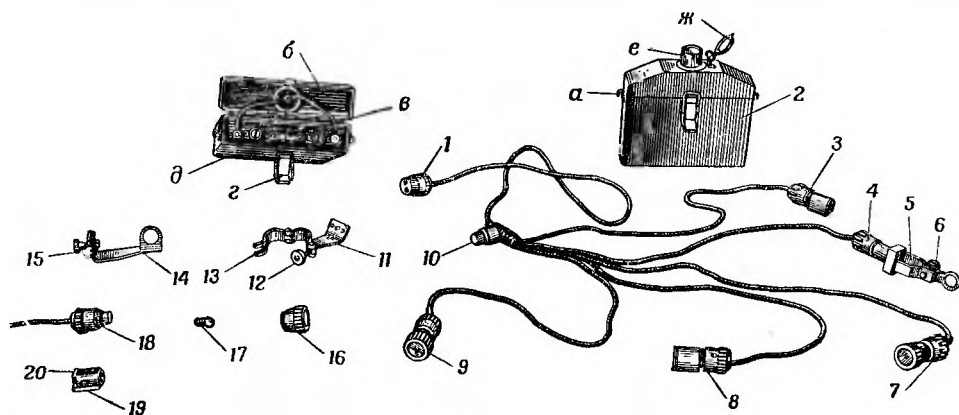

Рис. 70. Арматура и предметы освещения прицелов:
Неразветвленная часть провода имеет на конце фишку 1 (рис. 70). Фишка изготовлена из пластмассы с вделанными в нее двумя гнездами
1. Из укладочного ящика прибора Луч С-71М вынуть аккумуляторную батарею и провода с патронами и арматурой для освещения прицелов: проверить исправно ли освещение, для чего открыть откидную крышку *ж* (рис. 70) и надеть фишку на вилку аккумуляторной батареи 2.
3. Закрепить хомут 13 (рис. 70) вместе с угольником 11 при помощи откидного винта и гайки 12 на корпусе панорамы так, чтобы отверстие в угольнике 11 для прохода светового луча располагалось над барабаном угломера.
Аккумуляторная батарея состоит из двух последовательно соединенных щелочных аккумуляторов в (рис. 70) типа НКН-10, вставленных в металлическую коробку д с крышкой б.